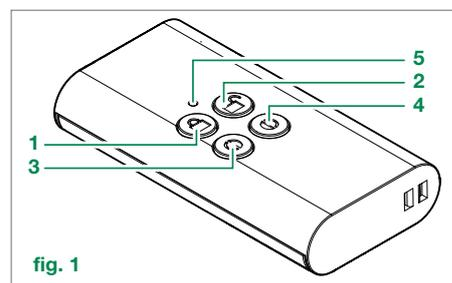

fig. 1
**1. Reset radiocomando:** Premere a lungo i tasti 1 e 4 mostrati in **fig. 1** finché il LED rosso si accenderà fisso. Con LED rosso acceso, premere il tasto 4 una volta.
**Completare la configurazione su impianto:** associare il radiocomando all'espansione radio premendo i tasti 3 e 4 (**fig. 1**)